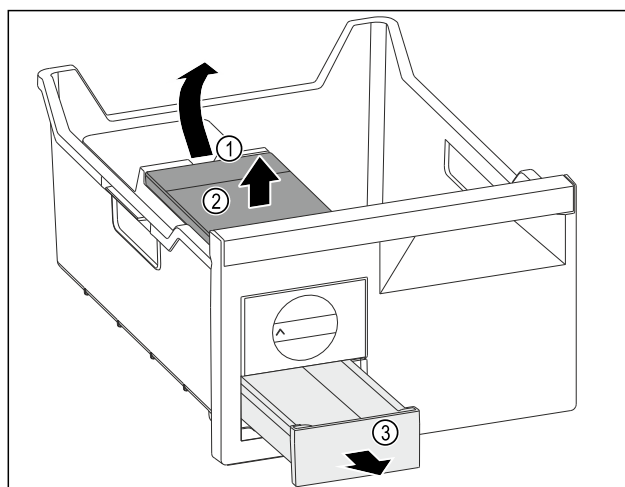

Fig. 119
- ▶ Wyjmowanie zbiornika wody: Zbiornik wody unieść za wycięcia Fig. 119 (1).
- ▶ Wyjąć zbiornik wody Fig. 119 (2) do góry.
- ▶ Wyjąć szufladę na kostki lodu Fig. 119 (3) do przodu.